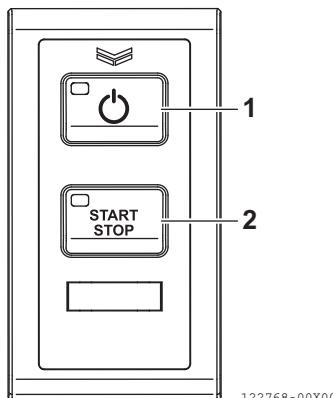

Figure 25
4. Appuyez sur l'interrupteur d'alimentation du panneau de commande de la station sélectionnée (**Figure 25, (1)**).
- Appuyez sur l'interrupteur MARCHE/ARRÊT du moteur (**Figure 25, (2)**) et allumez le démarreur.